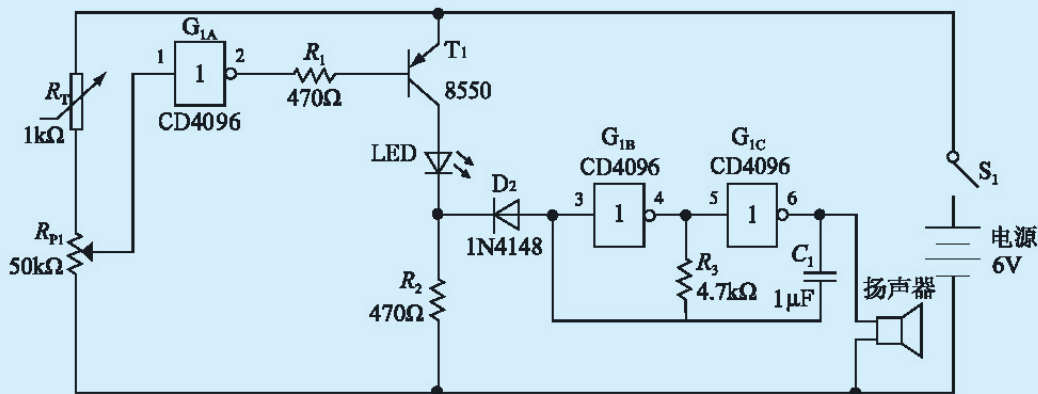

图5-11 由多谐振荡器构成的超温声光报警器电路
(2) 由多谐振荡器构成的超温声光报警器电路（图5-11），其中的温度传感器是一个负温度系数的热敏电阻，其阻值将随环境温度的变化而变化，温度上升则阻值下降，温度下降则阻值上升。电位器 R_{p1} 用来设置温控点。在允许的温度范围内， R_{p1} 的中点电位处于逻辑低电平“0”，经非门 G_{1A} 后输出为高电平“1”，三极管 T_1 截止，发光二极管LED不亮。此时，二极管 D_2 将非门 G_{1B} 的输入端钳位于逻辑低电平，使非门 G_{1B} 、 G_{1C} 组成的多谐振荡器处于停振状态，扬声器不发声，说明温度在设定的控制范围之内。当温度上升至设定的温控点时，热敏电阻的阻值减小，使 R_{p1} 的中点电位上升到逻辑高电平，非门 G_{1A} 输出为低电平，使三极管 T_1 导